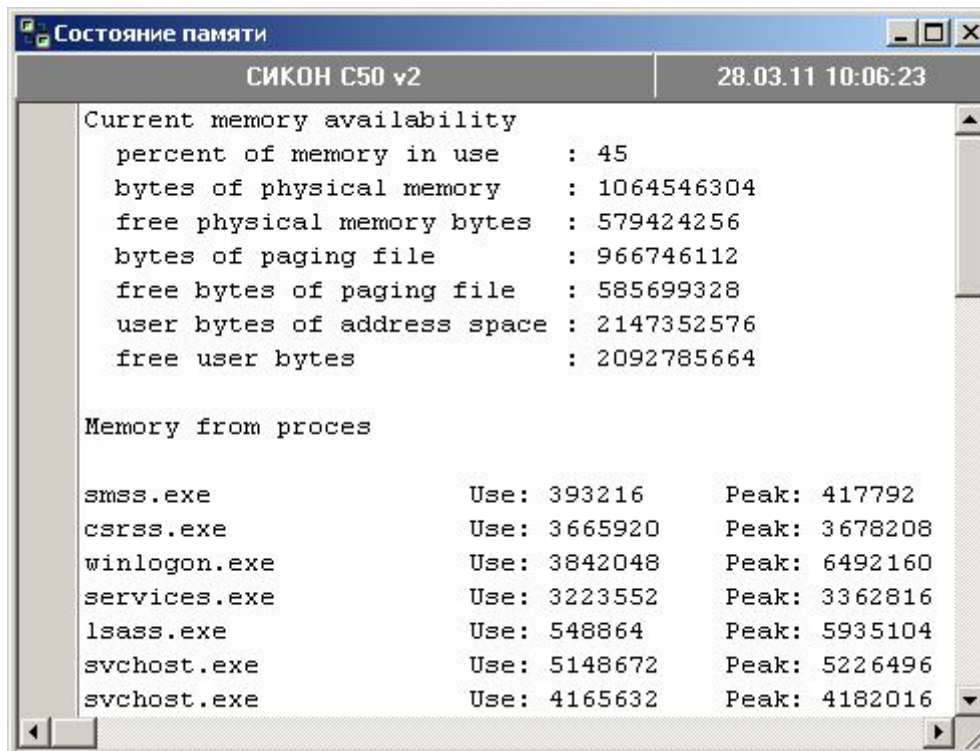

Рисунок 41 - Окно «Состояние памяти».
- Состояние памяти (см. рисунок 41)